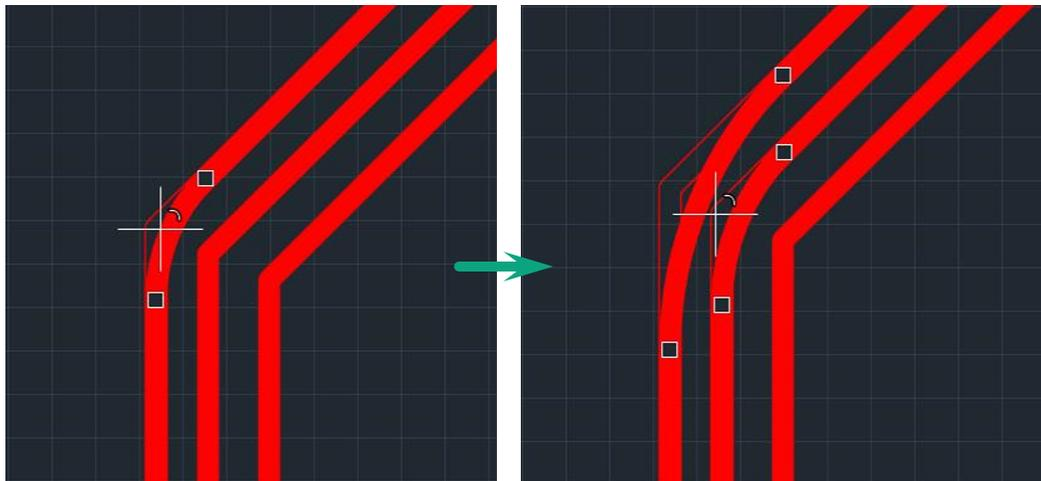

Рис. 286 Выбор радиуса скругления в момент применения инструмента
4. Переместите курсор, см. Рис. 286.